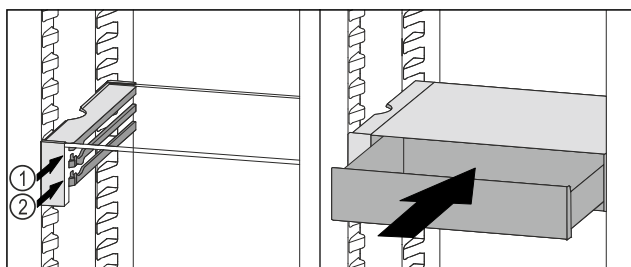

Fig. 103
- VarioSafe-Schubfach hinter den Stoppern auf gewünschter Rippe Fig. 103 (1) oder Fig. 103 (2) aufsetzen.